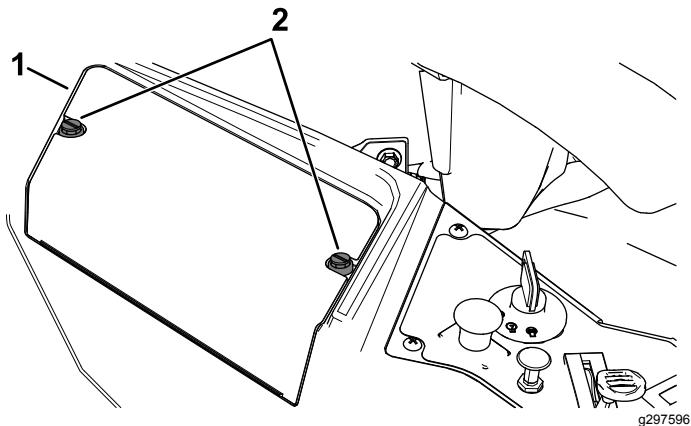

Figure 55
- Desserrez les 2 fixations sur le couvercle de la batterie en les tournant de 1/4 de tour dans le sens antihoraire, et déposez le couvercle (Figure 55).
6. Reposez le couvercle de la batterie en appuyant dessus et en serrant les 2 fixations dans le sens horaire (Figure 55).